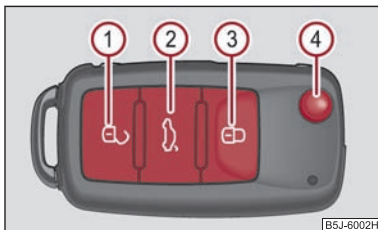

Abb. 30 Funkschlüssel
- Drücken Sie die Taste ① ⇒ Abb. 30 etwa 1 Sekunde lang.